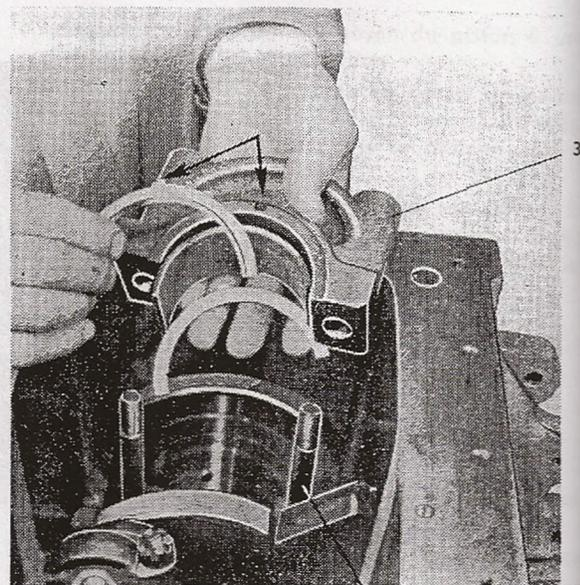

Fig. 81
7. Défreiner les écrous M 14 (fig. 81/1) des boulons des paliers de ligne (fig. 81/2) dévisser ces écrous.
8. Déposer les chapeaux des paliers de ligne (fig. 81/3).
Avis: Ne pas confondre les paliers. Le chapeaux des paliers sont numérotés sur le côté tourné vers la pompe d'injection. Le palier arrière comporte un évidement pour les roulements d'appui supérieurs (fig. 81/3) et inférieur.